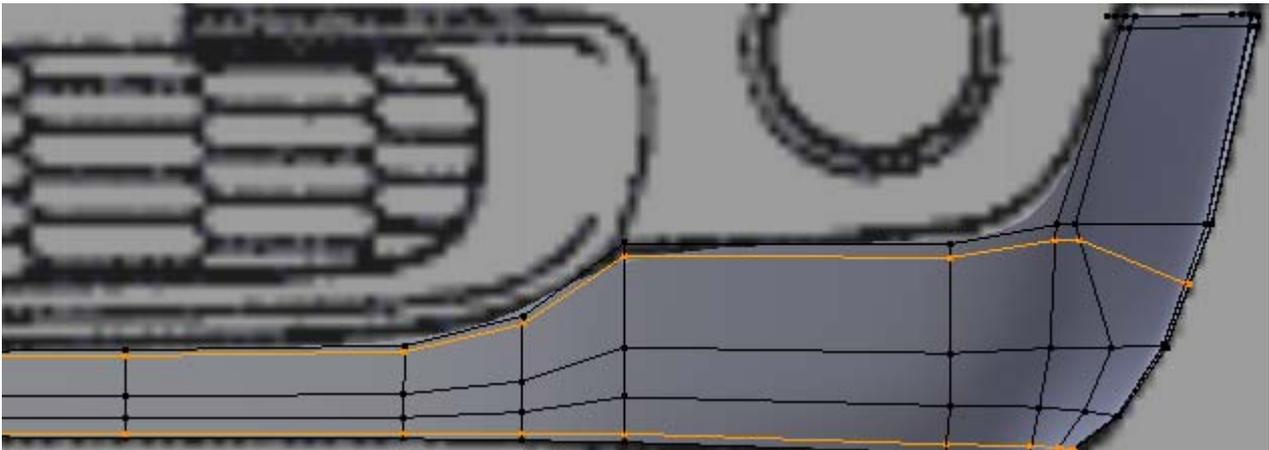

Figura 4.147
2. Insira os contornos fronteira transversais inferior e superior, **[Ctrl]+[R]**, figura 4.147.
3. Activando edge slide, **[Ctrl]+[E] > [9]**, faça deslizar para baixo as três arestas mais à direita do contorno fronteira superior, figura 4.147.